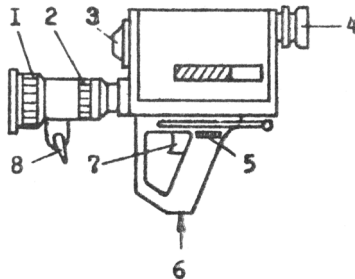

Рис.2. Видеокамера с объективом
2. Если видеокамера снабжена объективом типа "Метеор 5-1", то регулировку диафрагмы производите вращением кольца 2 (см. рис. 2), а регулировку фокуса вращением кольца 1. Рычагом 8 установите желаемый масштаб изображения.